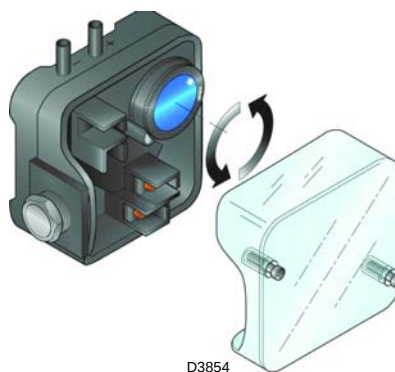

Fig. 27
- Regolare il pressostato aria all'inizio scala (Fig. 27).